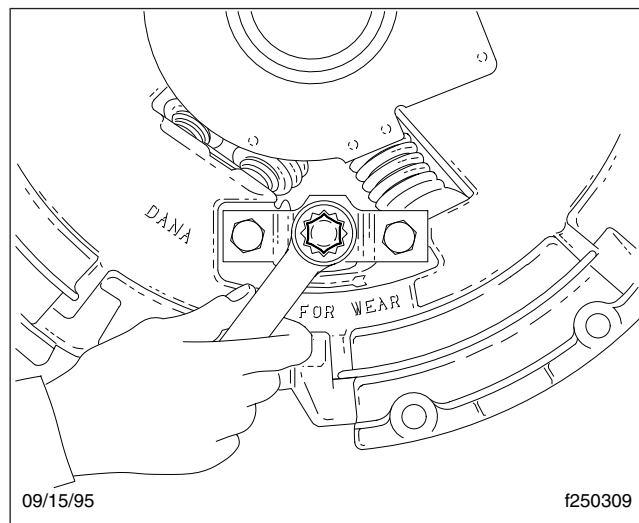

Figura 11, Ajuste con Kwik-Adjust (se muestra con la campana desmontada)
6. Ajuste el embrague utilizando una llave cerrada o una de dado de 5/8 pulgada para ajustar el perno. Vea la **Figura 11**.